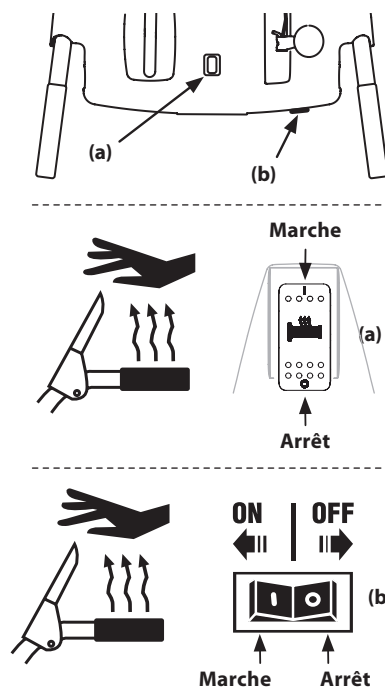

Figure 3-2
Pour activer les poignées chauffantes, poussez l'interrupteur sur le tableau de commande (a) ou celui situé à l'arrière du tableau de commande (b) à la position MARCHE (ON). Voir Figure 3-2. Pour les désactiver, poussez l'interrupteur à la position ARRÊT (OFF).